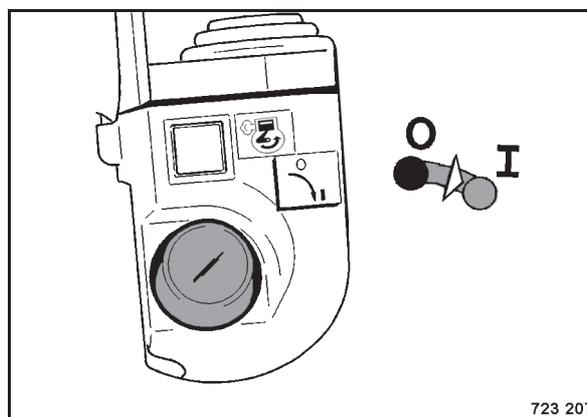

Bild 94
- Zündung einschalten (Bild 94) und Maschine erneut starten.